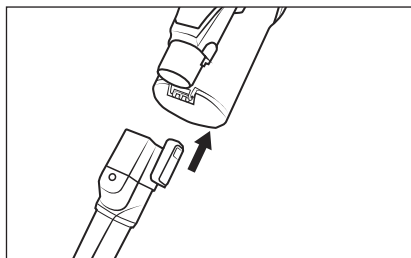

Fig. 14
- ♦ Infilare gli accessori sul tubo di aspirazione 24 oppure sull'apertura di aspirazione dell'apparecchio fino a quando non si innestano in posizione con un clic (vedere fig. 14). Assicurarsi che siano posizionati e fissati correttamente.